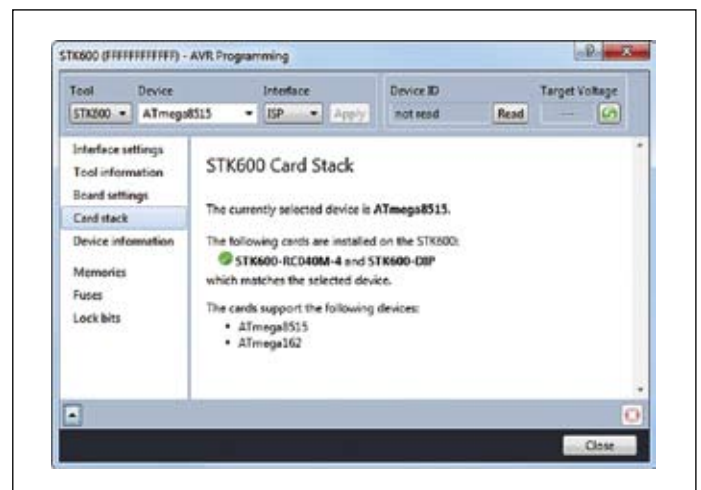

Рис. 2. Окно программирования STK600, микроконтроллер ATmega8515, закладка Card Stack
- В диалоговом окне программирования STK600 добавлена закладка Card Stack, в которой отображаются необходимые дочерние платы для выбранного микроконтроллера (рис. 2).